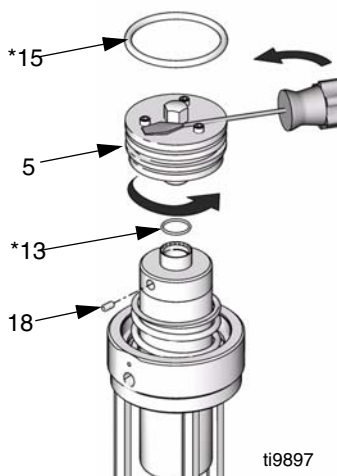
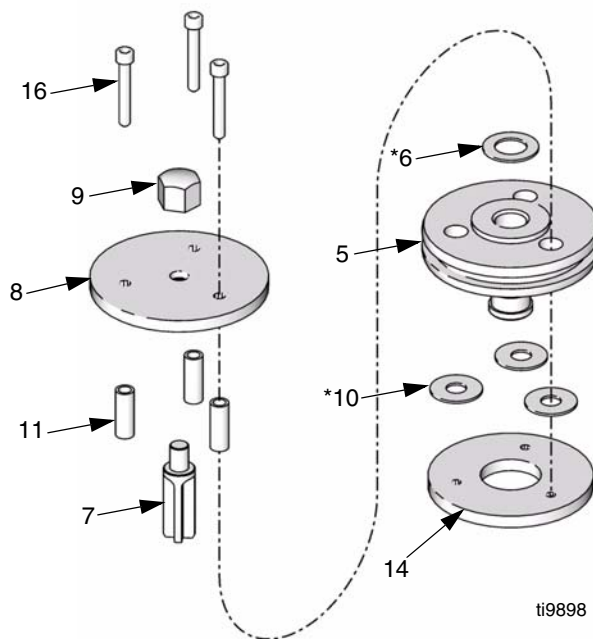

FIG. 11
FIG. 12
2. Afloje el tornillo de fijación (18) y destornille la culata (5). Si es necesario ayudar al giro, coloque en cuña el filo de un destornillador entre las cabezas de los tornillos (16) y la cabeza hexagonal (9). Inspeccione si las juntas tóricas (13* y 15*) presentan daños y sustitúyalas si es necesario. Durante el montaje, no coloque pasta de bloqueo de roscas a la culata. Compruebe que la junta tórica (13*) está bien colocada y no está pinzada. Vea FIG. 11.
3. Retire los tres tornillos (16) de la parte superior del pistón neumático. Retire el disco (8) y los separadores (11) de la válvula. Extraiga la arandela (6*) del disco de la válvula. Inspeccione todas las piezas en busca de daños. Durante el montaje, compruebe que los separadores (11) no pinzan las juntas (10). Vea FIG. 12.
Vea en **Reparación del motor neumático**, pasos 2 y 3 (FIG. 11 y FIG. 12) las notas especiales sobre el montaje.